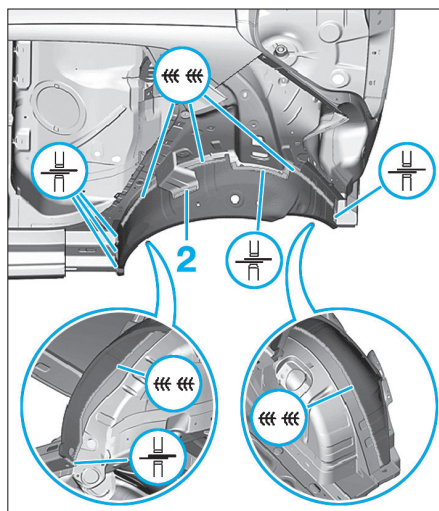

FIG. 122
- Avant de souder, appliquer de la colle bi-composant entre le renfort de serrure (2) et le passage de roue (Fig.122).